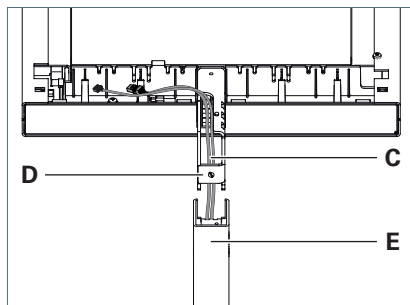

Fig. 2: Leuchtenkopf auf das Standrohr montieren.
- ▶ Führen Sie die Leitungen **C** von unten durch den Tragarm **D** am Leuchtenkopf und stecken Sie den Tragarm vollständig in das Standrohr **E**, siehe Fig. 2.